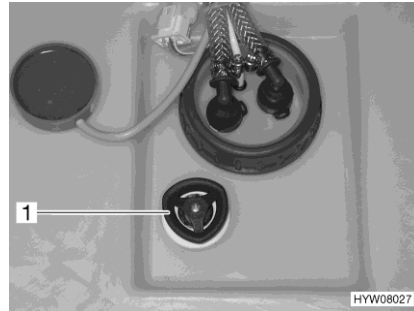

Bild 139 Drehgriff (Wassertank)
Öffnen: ■ Auf dem Wassertank den Drehgriff (Bild 139,1) eine 3/4-Umdrehung entgegen dem Uhrzeigersinn drehen. Das Wasser läuft bis auf ca. 20 Liter aus.
Schließen: ■ Auf dem Wassertank den Drehgriff (Bild 139,1) im Uhrzeigersinn bis zum Anschlag drehen.
- Auf dem Wassertank den Drehgriff (Bild 139,1) entgegen dem Uhrzeigersinn über den Widerstand hinaus bis zum Anschlag drehen, um die Ablauföffnung vollständig zu öffnen.